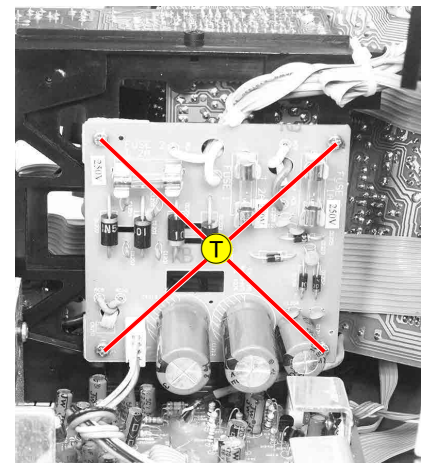

Fig. 11
- 4 Schrauben  $\text{\textcircled{T}}$  (Fig. 11) herausdrehen.
- Undo 4 screws  $\text{\textcircled{T}}$  (Fig. 11).